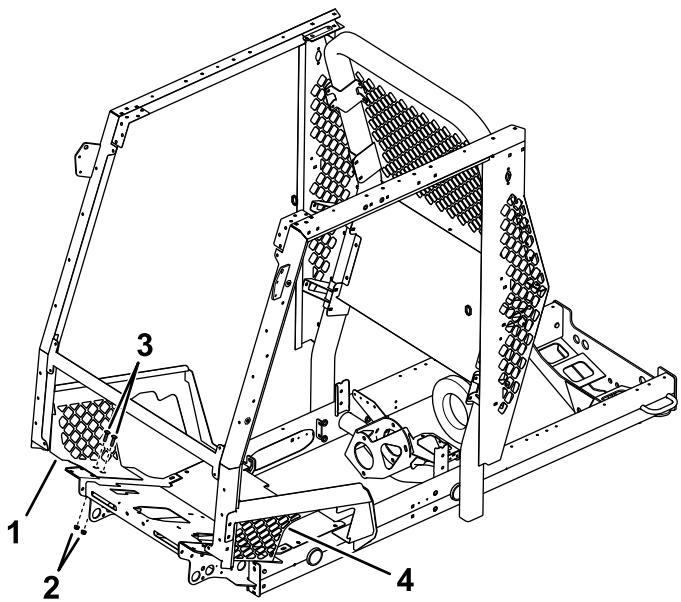

Рисунок 3
5. Используйте каретные винты (¾ x 7/8 дюйма) и фланцевые гайки (¾ дюйма), а также болты, поставляемые с тяговым блоком и в комплекте удлинения конструкции ROPS с двумя стойками, для установки нижней левой панели и нижней правой панели (Рисунок 3).
6. Используйте по 2 каретных винта ($\frac{1}{4} \times \frac{3}{4}$ дюйма) и 2 фланцевые гайки ($\frac{1}{4}$ дюйма) на каждой стороне, чтобы закрепить нижние части нижней левой и нижней правой панелей (Рисунок 3).